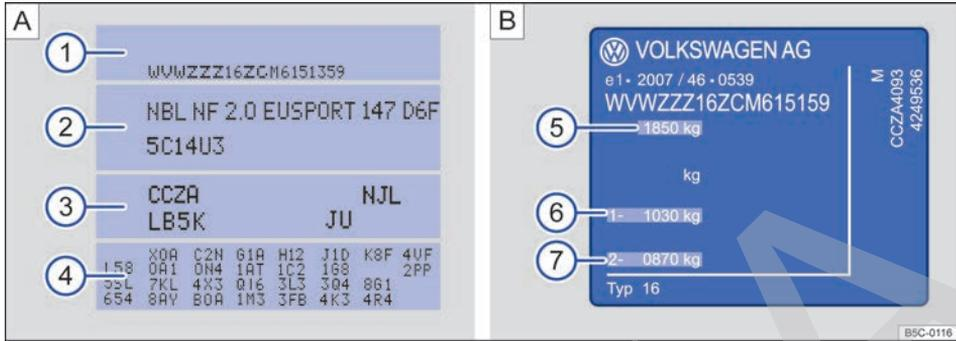

Fig. 228 **A** Adhesivo portadatos del vehículo: en la figura, por ejemplo, con letras distintivas del motor CCZA **3**. **B** Placa de modelo.
El adhesivo portadatos del vehículo → fig. 228 A va pegado en el lado interior de la cubierta del manual de instrucciones y en el maletero, en la zona de la cavidad de la rueda de repuesto. En él figuran los siguientes datos:
- ① Número de identificación del vehículo (número de bastidor)
- ② Tipo de vehículo, potencia del motor y caja de cambios
- ③ Letras distintivas del motor y del cambio, referencia de la pintura, equipamiento interior. En el ejemplo, las letras distintivas del motor son "CPTA" → fig. 228.
- ④ Equipamientos opcionales, números PR
La placa de modelo → fig. 228 B se encuentra en la parte inferior del montante de la puerta del conductor. Se ve abriendo esta puerta. Los vehículos destinados a determinados países no llevan placa de modelo.